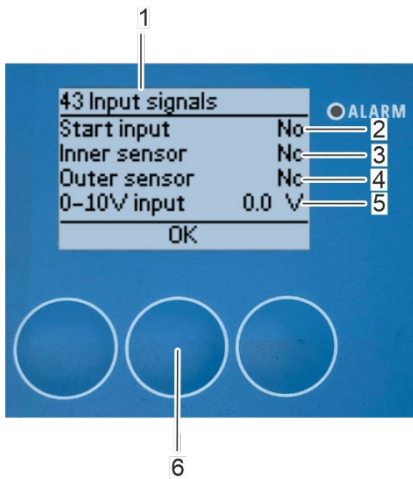
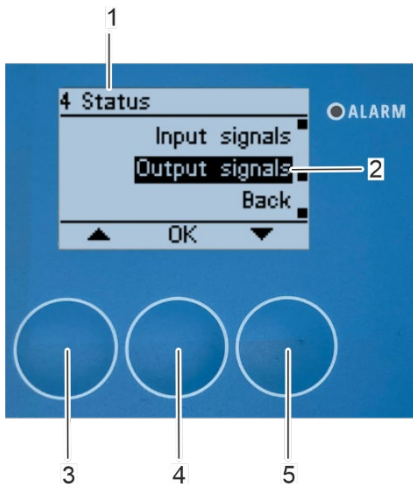

Abbildung 177: Untermenü „43 Eingabesignale“
Abbildung 178: Öffnen Untermenü „Ausgangssignale“
Die Eingangssignale „*Starteingang*“ (Abbildung 177/2), „*Innerer Sensor*“ (Abbildung 177/3) und „*äußerer Sensor*“ (Abbildung 177/4) zeigen „Ja“ an, wenn ein Eingangssignal vorhanden ist. Der „*0 - 10 V Eingang*“ (Abbildung 177/5) zeigt die aktuell anliegende Spannung in einem Bereich von 0 bis 10 V an.
3. Drücken Sie [OK] (Abbildung 177/6), um zum Untermenü „4 Status“ (Abbildung 178/1) zurückzukehren.
⇒ Das Untermenü „4 Status“ erscheint auf dem Bildschirm (Abbildung 178/1).
1. Wählen Sie das Untermenü „Ausgangssignale“ (Abbildung 178/2) mit den Pfeiltasten [nach oben] (Abbildung 178/3) und [nach unten] (Abbildung 178/5).
2. Bestätigen Sie die Auswahl mit [OK] (Abbildung 178/4).